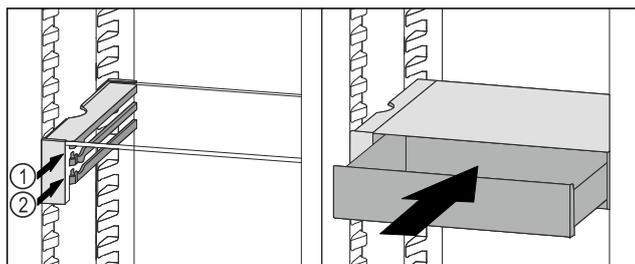

Fig. 85
- Posizionare il cassetto VarioSafe dietro i tappi sulla nervatura desiderata Fig. 85 (1) o Fig. 85 (2).